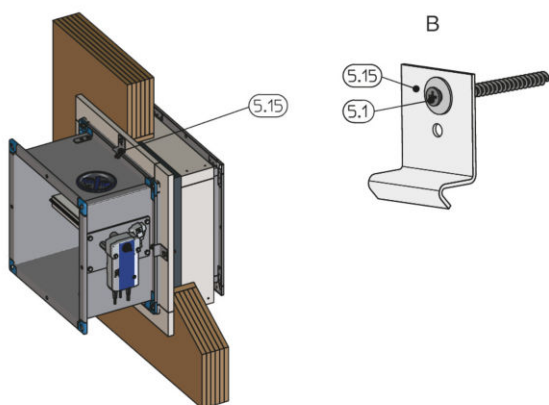

Abb. 88: Befestigung an Vollholzwand
2. ▶ Brandschutzklappe mit Klammern und Schnellbauschrauben an der Vollholzwand befestigen, siehe Abb. 88.